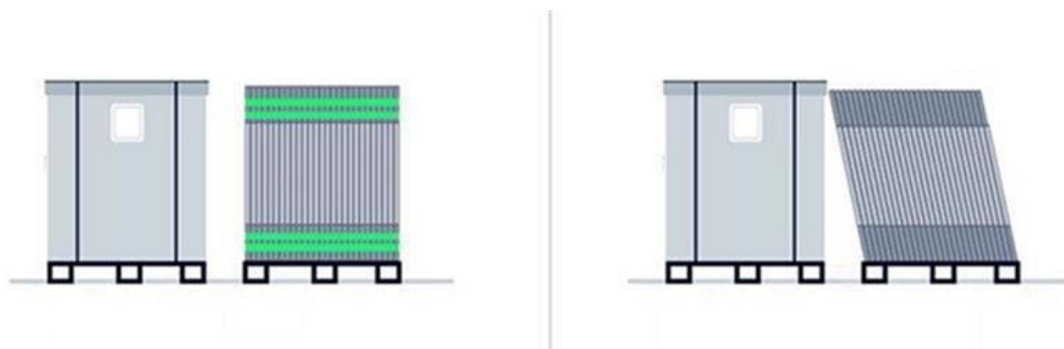

Figura 17: Inclinazione dei moduli che poggiano sulla scatola di supporto.
- d) Spingere delicatamente i moduli FV in modo che possano appoggiarsi in sicurezza alla scatola posizionata accanto per il supporto durante il passaggio 4 (Figura 17).